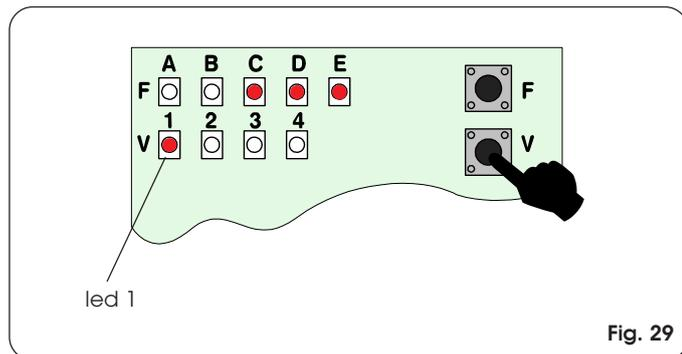
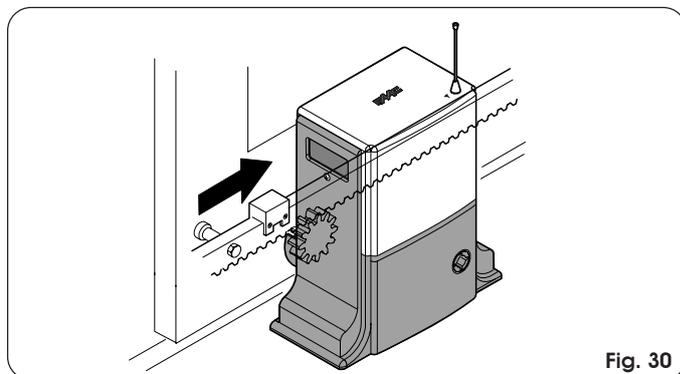
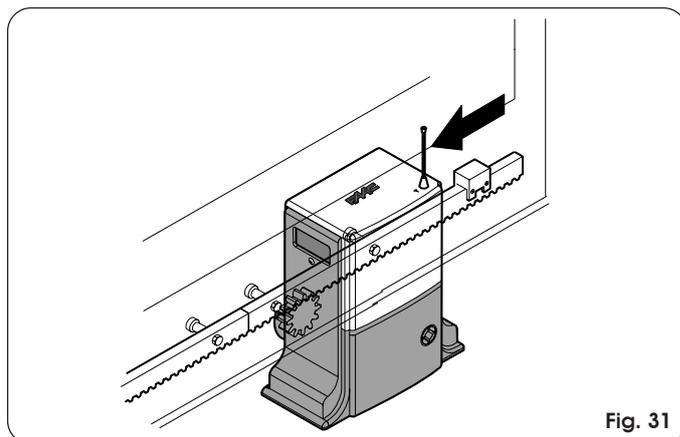

Fig. 29
Fig. 30
Fig. 31
- Entrare nella funzione stato degli ingressi premendo il pulsante P2 (Fig. 29 e par. 8.4).
- Fare scorrere il magnete sulla cremagliera (Fig. 30) fino a vedere lo spegnimento del led 1 sulla scheda elettronica (Fig. 29).
- Fare scorrere il magnete sulla cremagliera (Fig. 31) fino a vedere lo spegnimento del led 1 sulla scheda elettronica (Fig. 29).